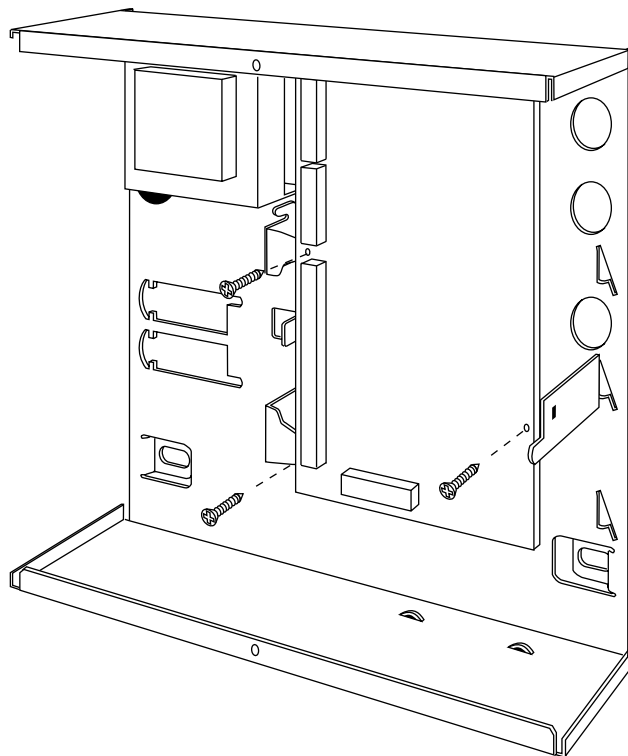

Figure 15. Installation du circuit imprimé principal de la centrale
6. Repositionner le circuit imprimé sur les attaches et le fixer à l'aide des vis fournies (se reporter à la figure 15 ci-dessous). S'assurer que la partie inférieure gauche du circuit imprimé repose bien sur l'attache de support prévue à cet effet.